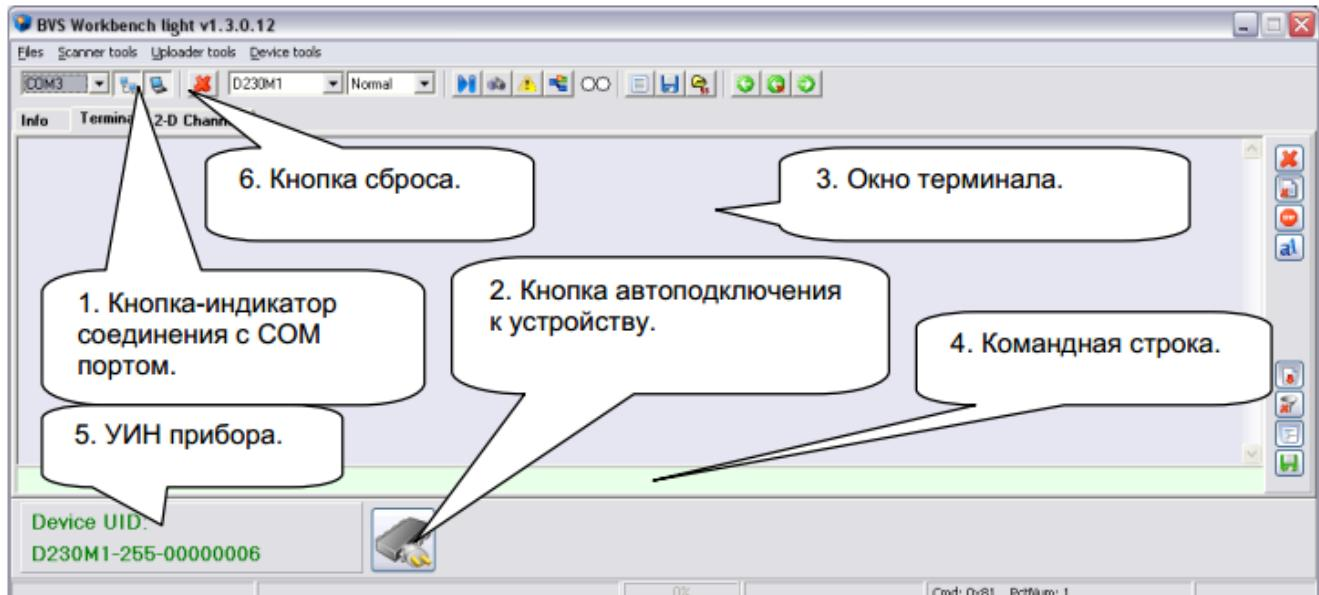

Рисунок 10.3.1
3. Запустить программу "bvsWorkbench Light", нажать кнопку автоподключения к устройству (2) (см.рис.10.3.1). При правильной работе, кнопка-индикатор соединения с СОМ-портом (1) перейдет в нажатое состояние. Если прошивка устройства не повреждена, или хотя бы не поврежден начальный загрузчик основной прошивки, в окно идентификатора прибора будет выведен УИН (уникальный идентификационный номер) прибора.